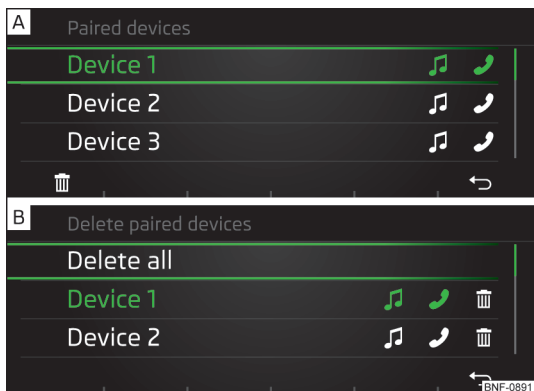

Bild 115
I listan över kopplade externa enheter visas följande symboler för Bluetooth®-profilerna » **bild 115** - **A** när telefonen är ansluten:
- Med reglaget **⌵** ska du välja den externa enheten » **bild 115** - **A**.
- Tryck på funktionsknappen **⌵** » **bild 115** - **A**.
- Med reglaget **⌵** ska du välja den externa enheten » **bild 115** - **B**.